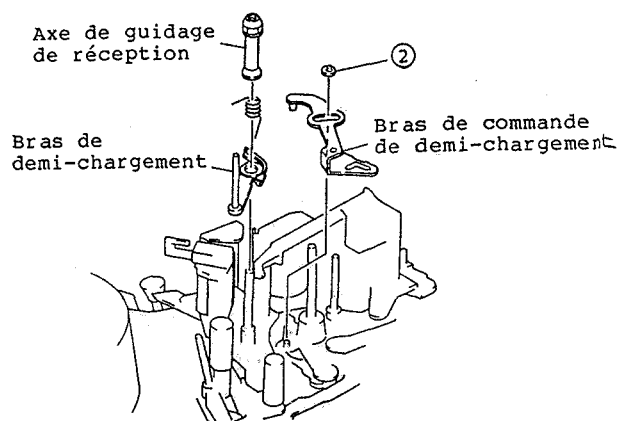

Fig. 2-77
1. Faire tourner la section supérieur de l'axe de guidage de réception avec une clé à tube six pans (de 5,0 mm) pour pouvoir retirer l'axe de guidage de réception. (Se reporter à la figure 2-77)
2. Retirer une (1) rondelle immobilisant le bras de commande de demi-chargement.